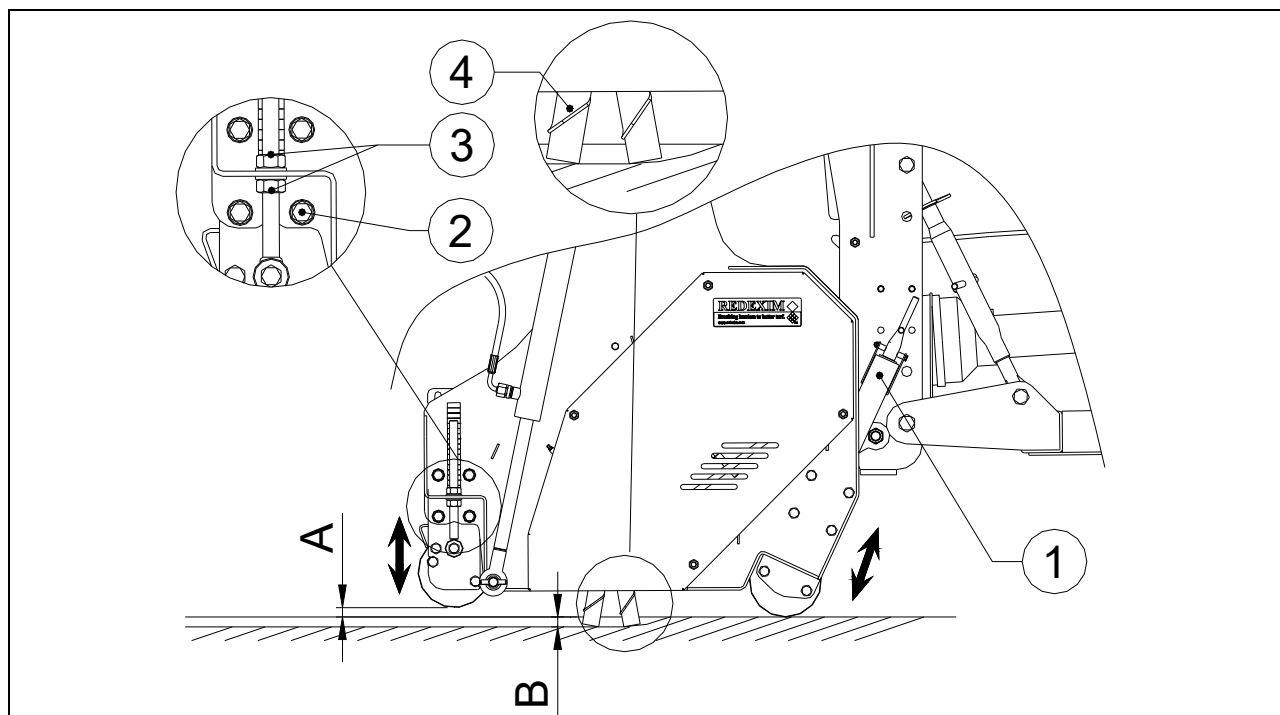

Fig. 9
Afin de régler la profondeur de travail, respectez la procédure suivante : (voir Fig.9)
- ⚠ **Si des lames à vent (voir fig. 9 article 4) sont montées, ne réglez jamais la machine plus profondément, afin que les lames restent au-dessus de la surface.**
Si des lames à vent (voir fig. 9 article 4) sont montées, ne réglez jamais la machine plus profondément, afin que les lames restent au-dessus de la surface.
5. (voir Fig.9) Dévissez des deux côtés de la machine les boulons 2 et réglez le rouleau arrière avec les écrous 3 de manière à ce que la distance au-dessus du sol A soit de 10mm (0.4") et réglez les des deux côtés de manière identique.
6. (voir Fig.9) Vissez bien les boulons 2 et les écrous 3.